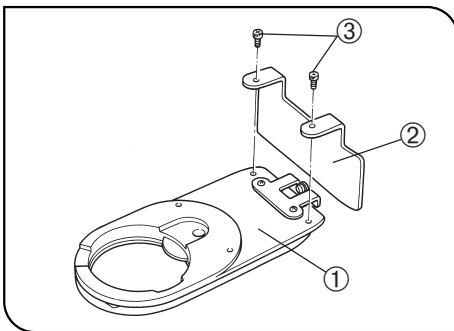

Abb. 29
(Figs. 29 - 32)
1. Den Handschutz ② durch Festziehen der beiden mitgelieferten Feststellschrauben mit Hilfe des beiliegenden Sechskant-Steckschlüssels (für M3-Schrauben) am Objektivrevolver ① befestigen (Abb. 29).